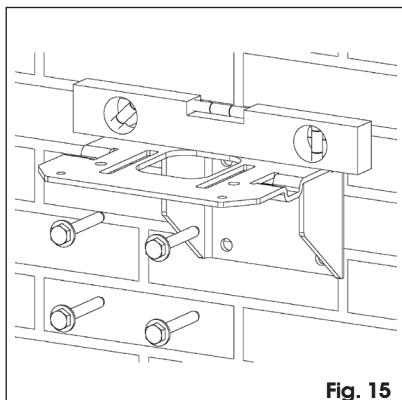

Fig. 15
2. Fixer le support du moteur dans la position déterminée en utilisant quatre tasseaux avec des vis M10, en respectant l'orientation indiquée dans la Fig. 15.